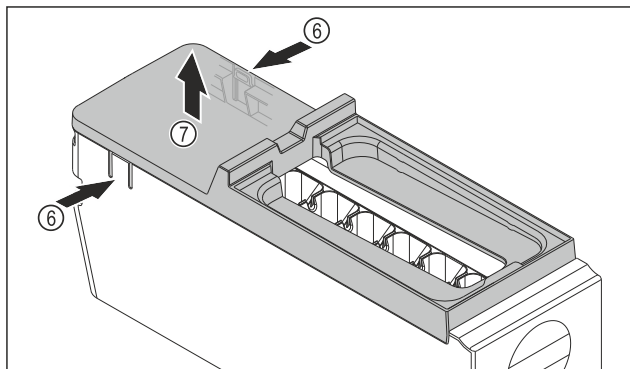

Fig. 122
- ▶ Snemite pokrov glavnega dela EasyTwist-Ice: Spone Fig. 122 (6) na obeh straneh glavnega dela EasyTwist-Ice pritisnite z eno roko.
- ▶ Pokrov Fig. 122 (7) z drugo roko dvignite in odstranite.